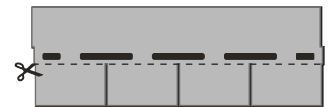

Fig. 2 - Taierea partii inferioare
- Placilor din primul rand li se vor taia in prealabil partea inferioara conform desenului din fig.2.